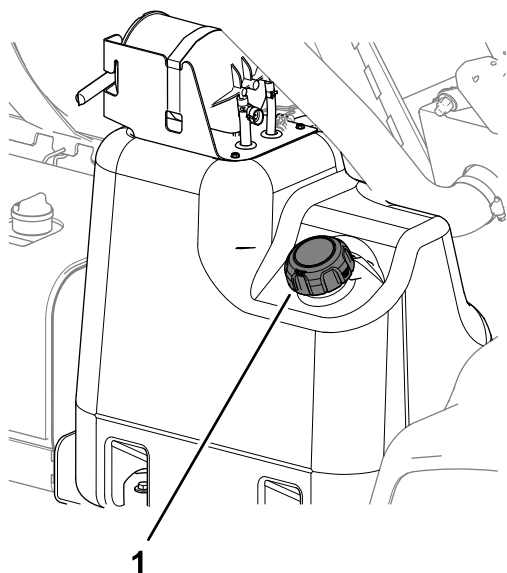

Figure 63
2. Limpie la zona alrededor del tapón del depósito de combustible (Figure 63).